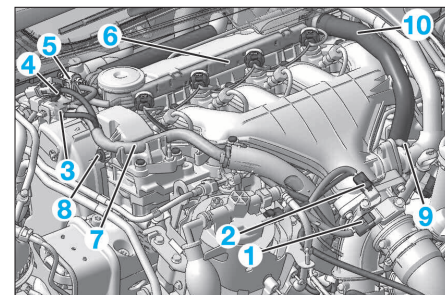

FIG. 54
- Débrancher (Fig.54) :
- le capteur de pression d'admission (1)
- le capteur de température (2) (admission d'air)
- le capteur de position recopie turbocompresseur (3)
- le capteur haute température gaz échappement amont (4)
- l'alimentation des bougies de pré-postchauffage (5)